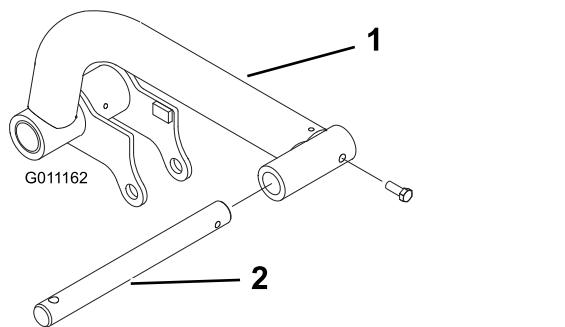

Figure 14
- Insérez une tige de pivot dans chaque bras de levage et alignez les trous de fixation (Figure 14).